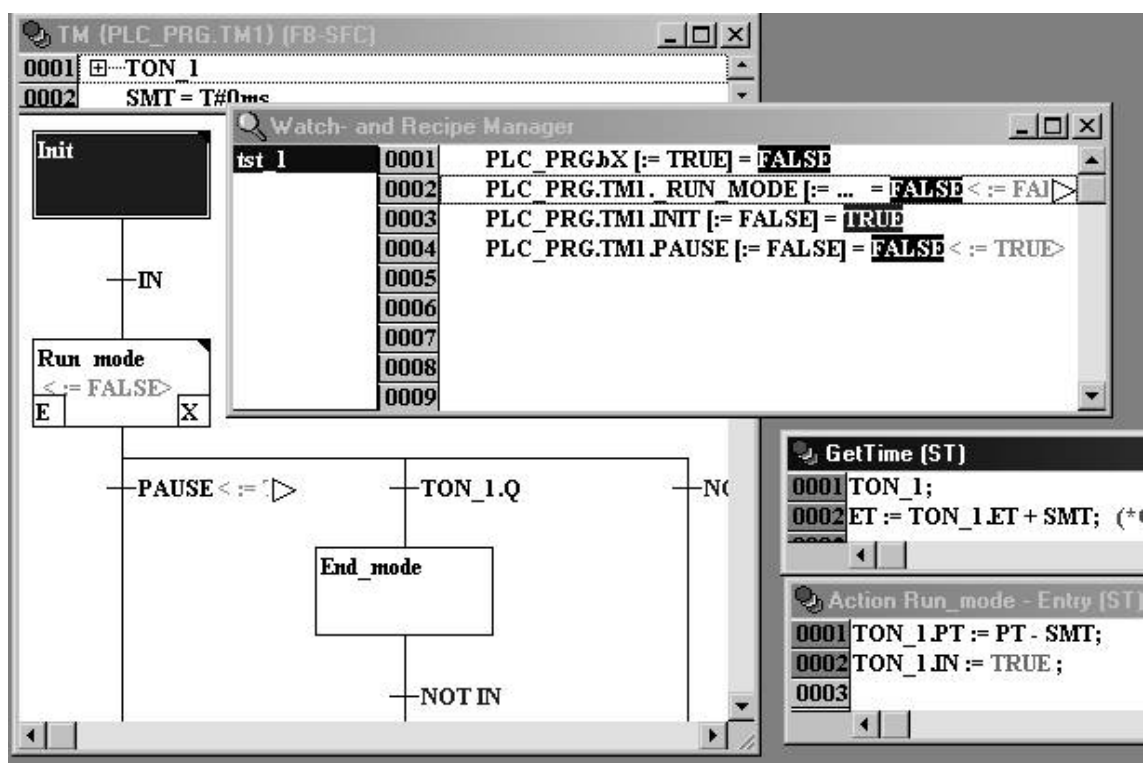

Рис.3 Использование Менеджера рецептов при отладке SFC программ
- Основная сложность отладки SFC программ состоит в том, что для проверки определенных ситуаций приходится предварительно приводить компонент к соответствующему состоянию. Воспроизвести нужное состояние повторно вручную не так просто. Очень полезным здесь будет уже знакомый нам Менеджер рецептов (Watch and Receipt Manager). С его помощью не представляет сложности сформировать полный список всех переменных компонента, запомнить их мгновенные значения и восстановить одной командой (“Extras” ”Write Receipt”). Списки могут включать и неявные переменные (см. ниже), отвечающие за активность шагов и действий (рис. 3).
В диагностических целях можно изменять неявные переменные либо средствами отладчика (рис. 3), либо программно. Однако не используйте неявные переменные на запись в рабочих программах. Это нарушает связь реального хода выполнения шагов с визуальным отображением на диаграмме. Таким образом, SFC диаграмма теряет смысл. Грамотно реализованный программный компонент на SFC может иметь несколько уровней вложений. Отдельные действия могут переставлять собой вложенные диаграммы. Компонент может вызывать другие POU. Но в любом случае последовательность работы компонента должна выражаться средствами языка SFC без применения трюков с неявными переменными.